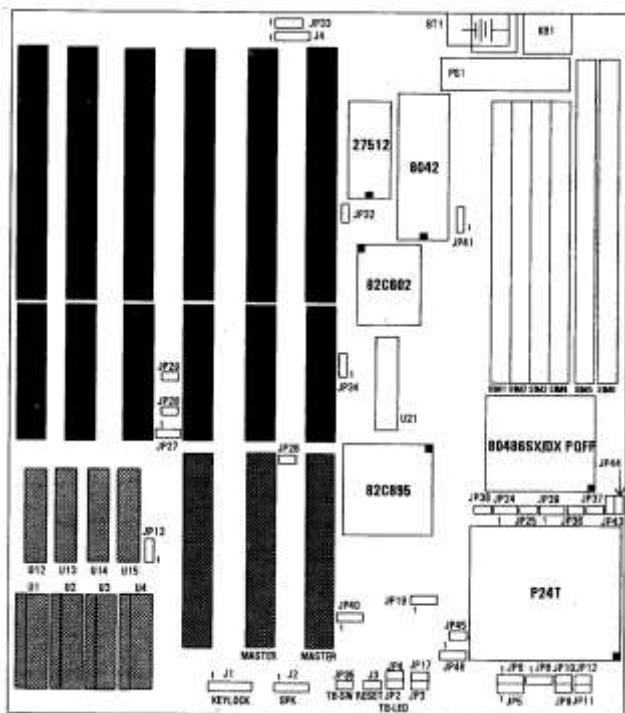

Рис. 3.1. Универсальная системная плата формата 3/4 Baby-AT с разъемом Socket-3
Системная плата формата АТ имеет несколько типоразмеров: Full-AT (размеры 12х13,8 дюйма или 305х350 мм), Baby-AT (8,57х13,04 дюйма или 220х330 мм), 3/4 Baby-AT (8,57х9,85 дюйма или 220х250 мм), mini-AT (220х170 мм). Для системных плат формата АТ жестко задается только длина плат (размер по стороне задней стенки корпуса 305 и 220 мм соответственно). Примерный вид системных плат формата АТ показан на рис. 3.1 и 3.2.
9. *Разъем интерфейса VLB (VESA Local Bus).* Разъем содержит 112 контактов (два ряда по 56 контактов) с шагом 0,05 дюйма, обычно имеет коричневый цвет, количество разъемов на плате – от одного до трех. Устанавливаются сзади разъемов типа ISA-16 (см. рис. 3.1). Очень широко применялись в системных платах с микропроцессорами типа 80486. С появлением микропроцессоров Pentium интерфейс VLB постепенно прекратил свое существование.